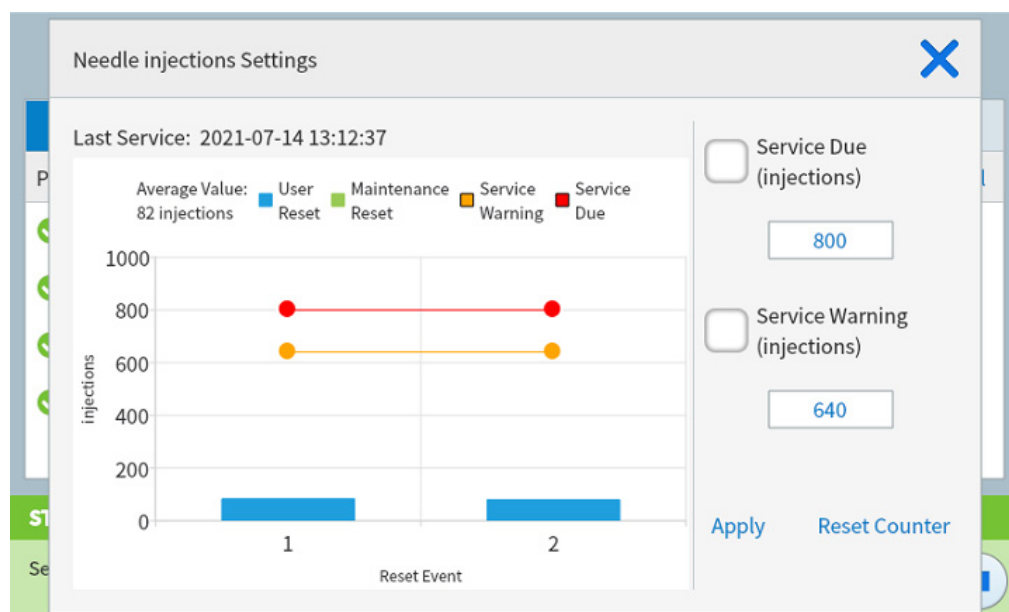

Figura 47. Ventana de diálogo de ajustes
- 2 Seleccione la lista **Detalles (Details)** correspondiente al contador que desea cambiar. La ventana de diálogo incluye un gráfico de tendencias para los últimos eventos de restablecimiento de este contador. Consulte **Figura 47**.